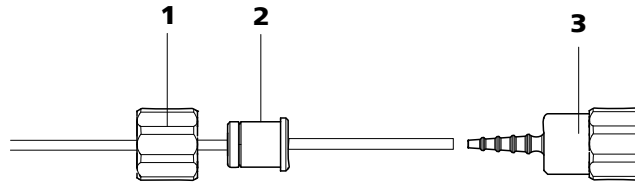

Abbildung 29 Pumpschlauch-Verbindung ohne Filter installieren
- **Fall B:** eine Pumpschlauch-Verbindung **ohne Filter** (6.2744.160) (siehe Abbildung 29, Seite 50) anschliessen.